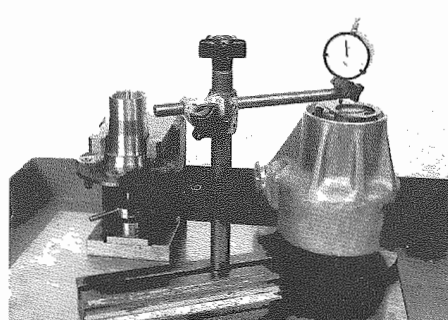

Fig. 24 - Comparatore
- Portare il comparatore sul portamozzo e scegliere uno spessore tale che l'indice segni **0,05 mm meno dello zero** (**Fig. 24**).
- Place dial gauge on hub holder and choose the spacer that will **indicate on index 0.05 mm below zero** (**Fig. 24**).